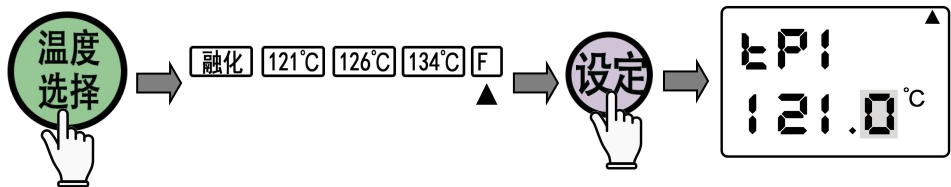

图 13
⑤自设参数：用户若需自设灭菌温度时间等参数，可先按“温度选择”将▲移动至 F 处（图 13），再按“设定”键，即可进入自定义参数界面修改数值。tP1 表示自设灭菌温度，t1 为自设灭菌时间，t2 为自设干燥时间（t2 界面只在已选择辅助干燥模式下出现）。修改完成后按“设定键”保存并返回主界面。